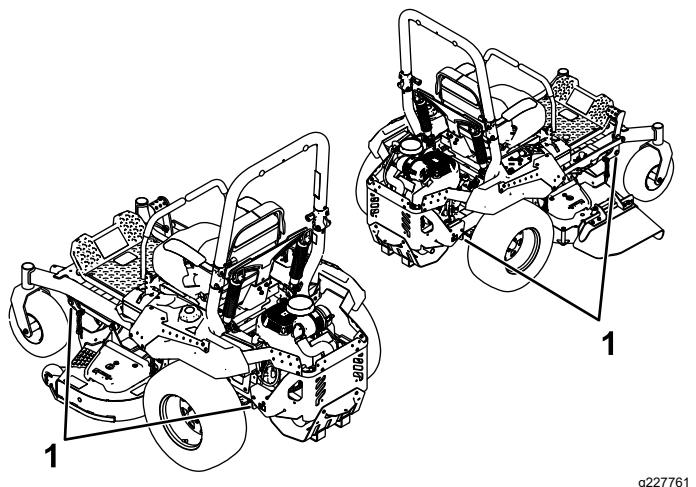

Figura 36
6. Ancorate la macchina in prossimità delle ruote orientabili anteriori e del telaio posteriore con cinghie, catene, cavi o corde (Figura 36). Fate riferimento ai regolamenti locali per i requisiti di ancoraggio.